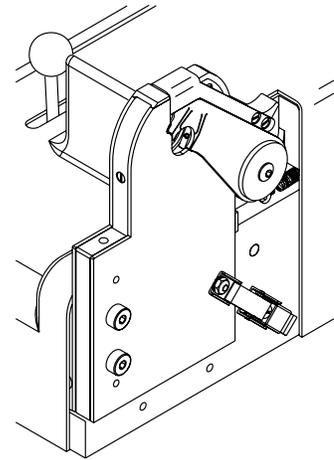

図 29：アーク・シールド（閉位置）
6. アーク・シールドが「closed (閉)」位置になっていることを確認します。図 29 をご参照ください。